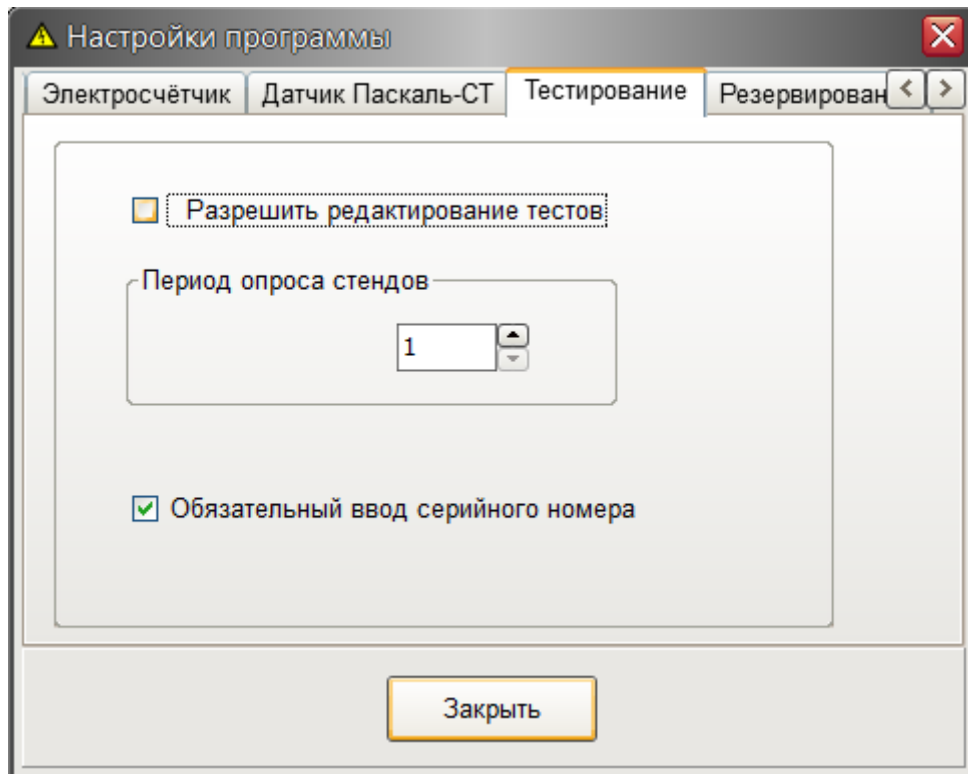

Рисунок 11 – Ввод периода опроса шкафа ЭБ
13. На вкладке «Тестирование» (рисунок 11) указать период считывания программой информации со стенда в секундах (типовое 2 с).